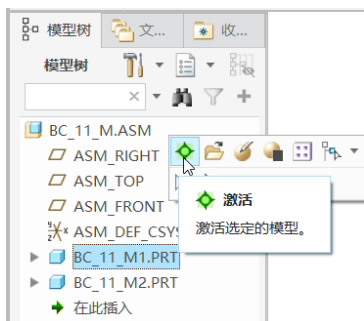
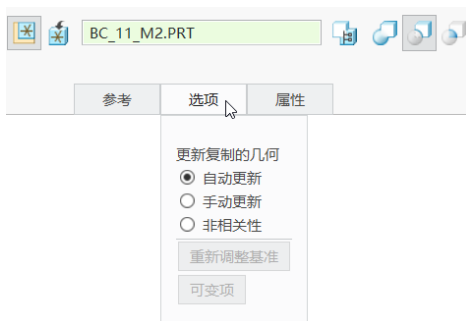

图 11-77 激活要切除干涉体积的元件
图 11-78 在“合并/继承”选项卡中进行相关操作
④ 单击“确定”按钮，或单击“取消”按钮。
① 在装配模型树中单击元件“bc_11_m1.prt”的节点标识，在弹出的图 11-77 所示的快捷工具栏中单击“激活”图标，从而将该元件激活。
② 在功能区的“模型”选项卡中选择“获取数据”|“合并/继承”命令，此时在功能区打开“合并/继承”选项卡。
③ 在装配组件的模型树中或图形窗口中选择“bc_11_m2.prt”元件。
④ 在“合并/继承”选项卡中分别单击“将参考类型设置为装配上下文”按钮和“移除材料”按钮，并打开“选项”面板，确保选中“自动更新”单选按钮，如图 11-78 所示。